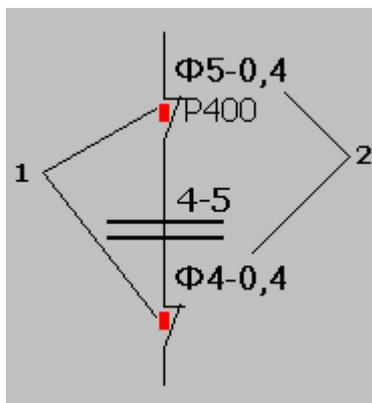

Рис. 3.1
Под объектом надо понимать изображение на схеме любого коммутационного аппарата, сигнала, имеющего диспетчерское наименование (2) или кнопки и активную область (1), говорящую о состоянии объекта (рис. 3.1)
Цвет активной области (1) объектов (рис. 3.1) сигнализирует о состоянии объекта. Для обозначения состояния объектов используется несколько цветов, которые настраиваются в «Программе настройки АРМ энергодиспетчера».